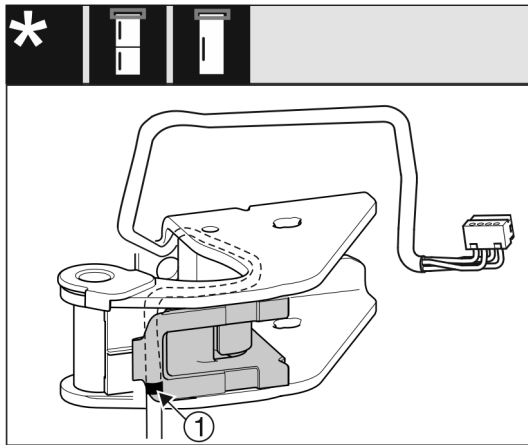

Fig. 29
- ▷ Mittlere Markierung Fig. 29 (1) muss dabei auf der Kante der Kabelhalterung liegen.